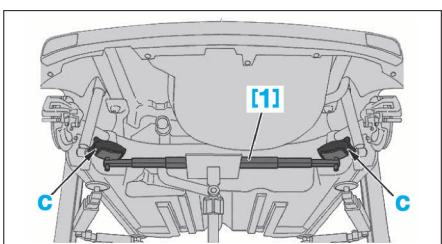

FIG. 48
- Positionner la traverse de train arrière à l'horizontale, à l'aide de l'outil de levage [1] (prendre appui sur les coupelles de ressort de suspension en "C") (Fig.48).